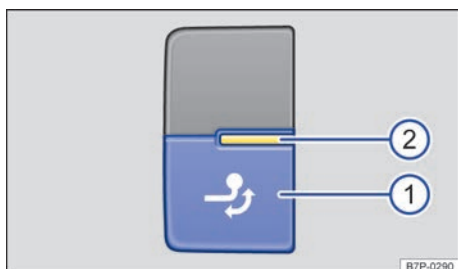

Fig. 234 En el lado derecho del maletero: tecla para desbloquear el enganche de bola.
- Pulse la tecla → fig. 234 ❶ brevemente. El enganche de bola se desbloquea eléctricamente y se gira automáticamente hacia fuera.
- Termine de extraer el enganche de bola hasta que perciba y oiga que ha encastrado y se encienda el testigo de control → fig. 234 ❷.
El testigo de control → fig. 234 ❷ solo se enciende si el portón del maletero está abierto.
- Pulse la tecla → fig. 234 ❶ brevemente. El enganche de bola se desbloquea eléctricamente.
- Gire el enganche de bola por debajo del paragolpes con la mano hasta que perciba y oiga que encastra y se encienda el testigo de control → fig. 234 ❷.
- No pulse nunca la tecla → fig. 234 cuando haya un remolque enganchado o vaya montado un portaequipajes u otros accesorios sobre el enganche de bola.